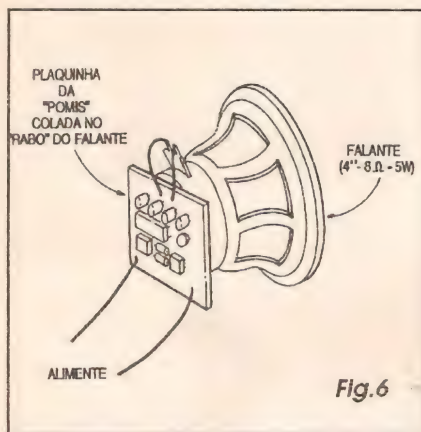

Fig.6
- FIG. 6 - SUGESTÃO PARA MÁXIMA COMPACTAÇÃO FINAL DA POMIS... - Como a plaquinha do circuito é